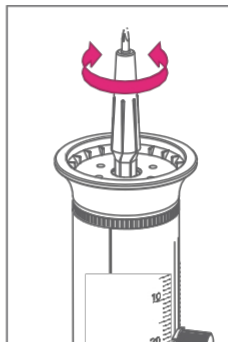

Fig. 12
2. Inserire l'utensile esagonale sul dado esagonale come mostrato nella Fig. 12.